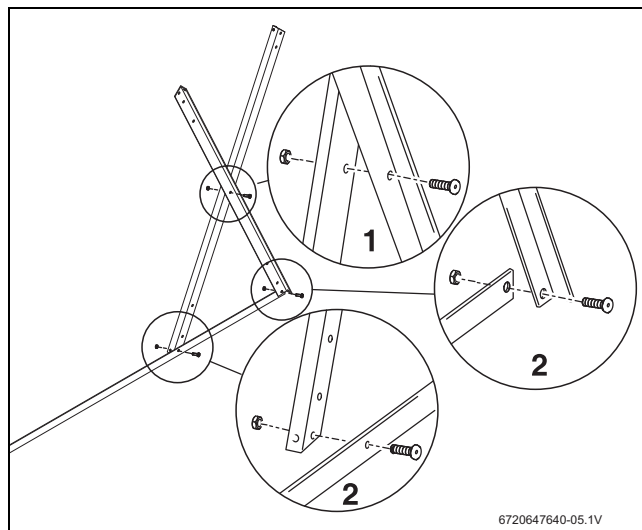

Fig. 18 Atornillar perfiles de soporte
- ▶ Atornillar dos perfiles de soporte del acumulador por el centro en forma de cruz (Fig. 18, [1]) y montarlos sobre el perfil de soporte inferior [2], de manera que la superficie que descansa en el suelo quede hacia adentro.